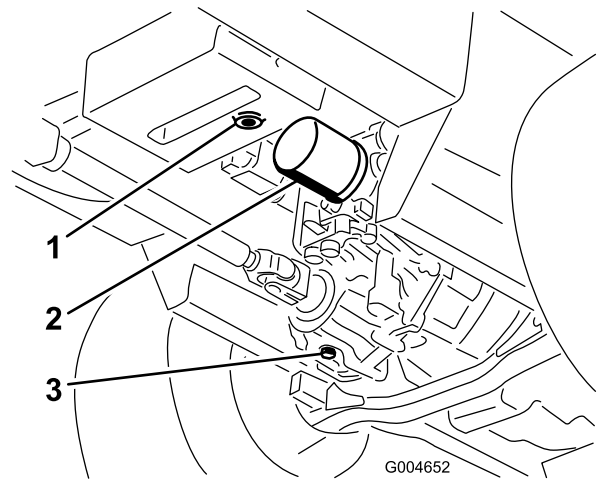

Figura 57
3. Coloque un recipiente grande debajo del depósito de aceite hidráulico y el alojamiento de la transmisión y retire los tapones; deje que se vacíe todo el aceite hidráulico (Figura 57).
4. Limpie la zona alrededor del filtro de fluido hidráulico y retire el filtro (Figura 57).